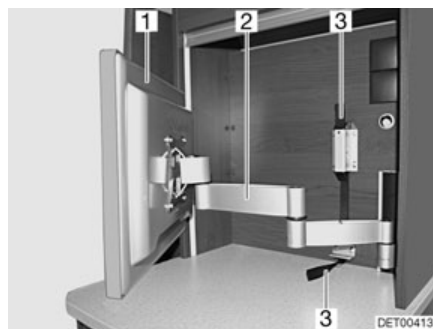

Fig. 91 Ecran plat à bras articulé
- Tirer sur le ruban textile (Fig. 91,3) pour déverrouiller le bras articulé (Fig. 91,2).
- Faire pivoter l'écran plat (Fig. 91,1) dans la position désirée.